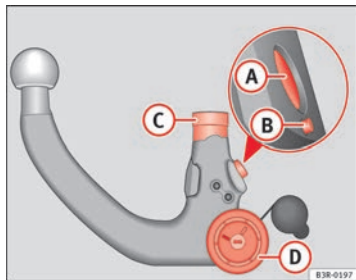

Abb. 164 Abnehmbare Anhängervorrichtung: Kugelstange
- Überprüfen Sie die Kugelstange am Verriegelungsbolzen **A**, Auslösebolzen **B**, Einsteckschafte **C** und Handrad **D** ⇒ Abb. 164 auf Verschmutzung und Beschädigung.